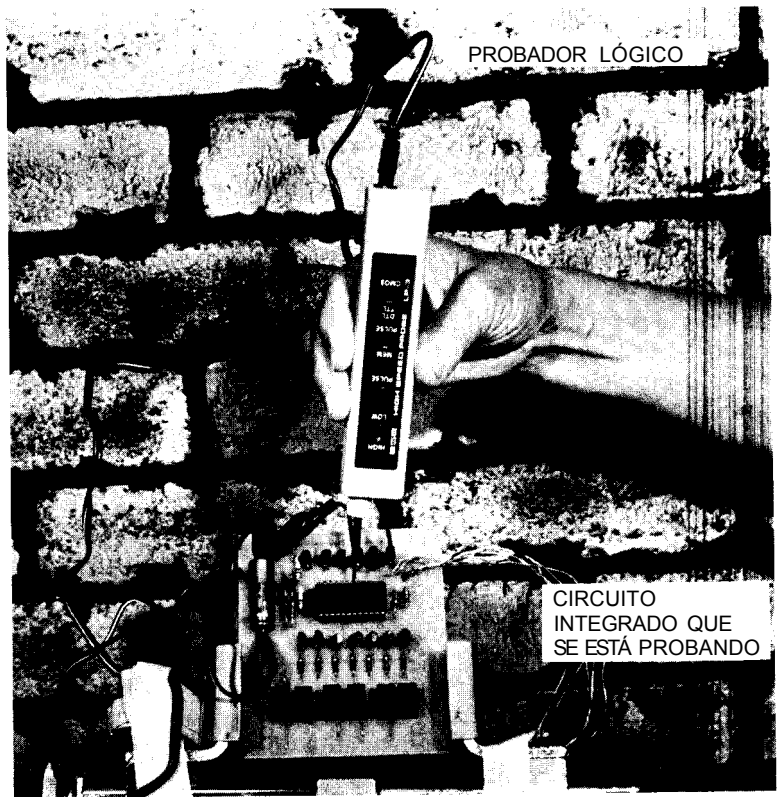

Fig. 48-5. Empleo de un probador lógico para inspeccionar un circuito integrado de un reloj digital.
Un probador lógico es un instrumento de prueba que se emplea principalmente para buscar fallas en diferentes familias o tipos de circuitos integrados (CI) (Fig. 48-5). El probador